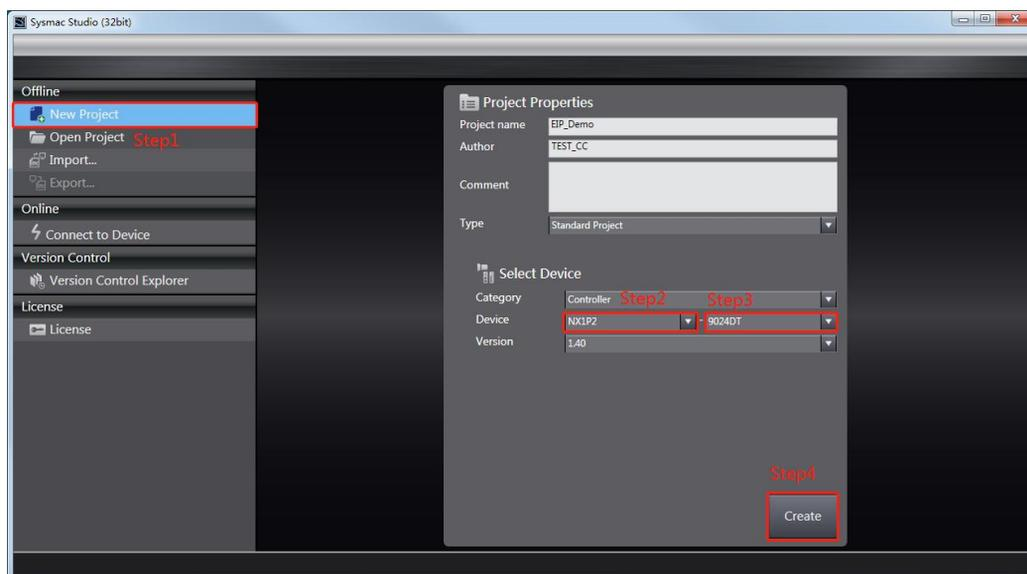

图 5-2-1
- 打开 Sysmac Studio 软件，如图 5-2-1 所示点击“New project”：选择对应的 PLC 型号，点击 Create 创建。